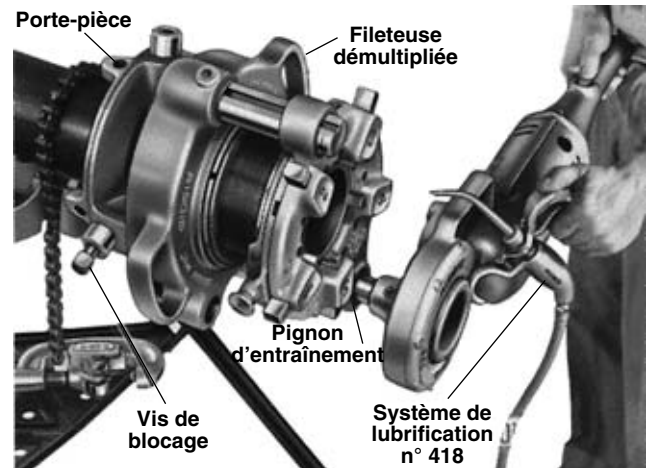

Figure 9 – Le filetage avec fileteuse démultipliée
4. Serrez le porte-pièce et la vis de blocage à fond avec une clé à douille (Figure 9).
de coupe. Appuyez sur la gâchette dans la direction correspondante au filetage (Figure 9).